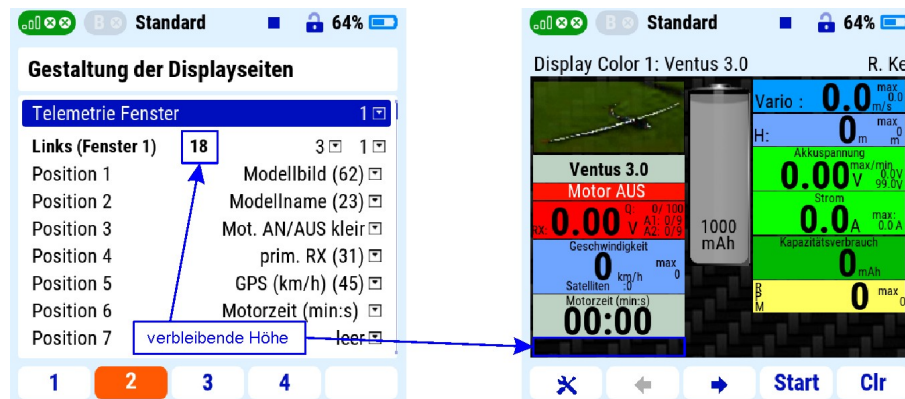

Abbildung 1: Exemplarische Displayseite mit den Standardwerten der Rand und Kachelabständen.
Das *Modellbild (62)* aus Abbildung 1 linkes Bild: